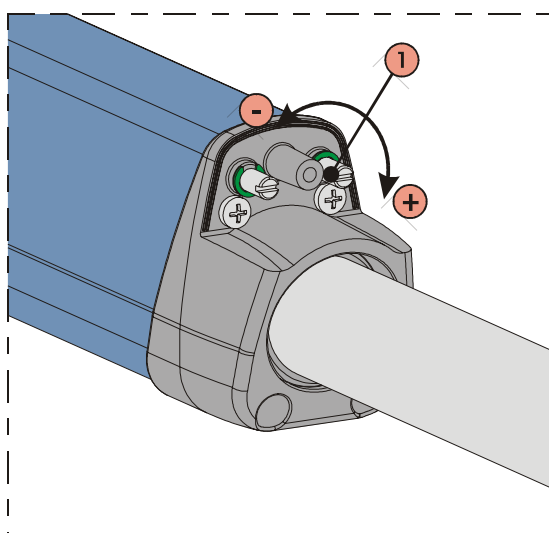

Fig. 21
- 3) Om de eindschakelaar voor **opening FCA** te regelen, draai aan de stelschroef, fig. 21 ref. 1: draai hem tegen de klok in om de slag van de steel te vergroten, of met de klok mee om de slag van de steel te verkleinen.